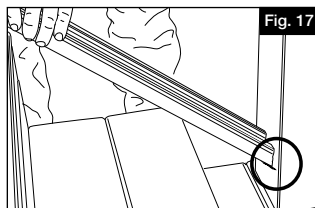

Fig. 17
b. Coloque la viga inferior en posición entre los dos postes, asegurándose de que la parte inferior de las vigas esté nivelada con las marcas hechas en el paso 2 (Fig. 17). Perfore el poste para el tornillo central del soporte con una broca de 1/8". Fije los soportes en el poste con 3 tornillos de montaje (componente K) en cada soporte, comenzando con el agujero central para tornillo (Fig. 18).